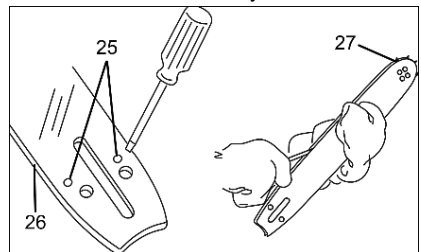

Рисунок 5
- Перевірте, щоб канал для оливи (25, рисунок 5) та спрямовувальний паз на напрямній шині (26, рисунок 5) не були засмічені. При необхідності прочистьте їх.
- Перевірте, чи вільно обертається зірочка (27, рисунок 5) на вістрі напрямної шини. Якщо після виконання всіх зазначених вище заходів робота системи змащення не відновилася, слід звернутися до фірмового сервісного центру ТМ Mähtz.